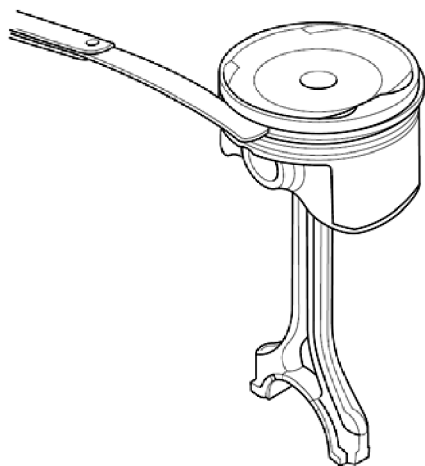

图 8-22 测量活塞环间隙
- 9) 安装一组新活塞环后，测量活塞环到环槽的间隙，如图 8-22 所示。